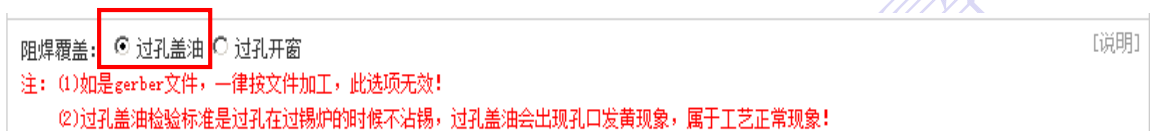

图 10 嘉立创的下单网站过孔阻焊覆盖选择截图
6) Via: 俗称过孔, 又叫导电孔, 常说的过孔盖油就是指的就是 via, 图 10 为嘉立创的下单网站过孔阻焊覆盖的选择截图: